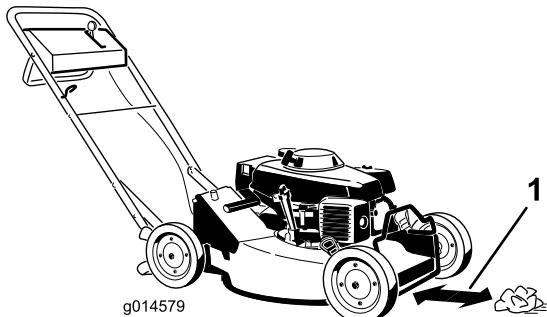

Figura 18
- Coloque la bola de papel de periódico a unos 12.7 cm por delante del cortacésped (Figura 18).
- A. Coloque la bola de papel de periódico a unos 12.7 cm (5 pulg.) por delante del cortacésped (Figura 18).